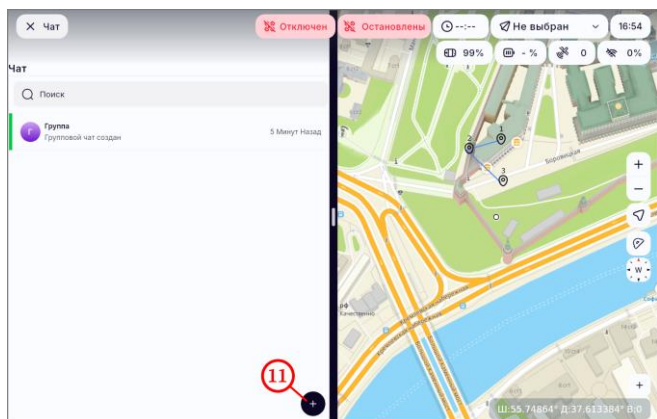

Рисунок 95
- на экране раздела чатов нажать на кнопку  (рисунок 95, шаг 11);